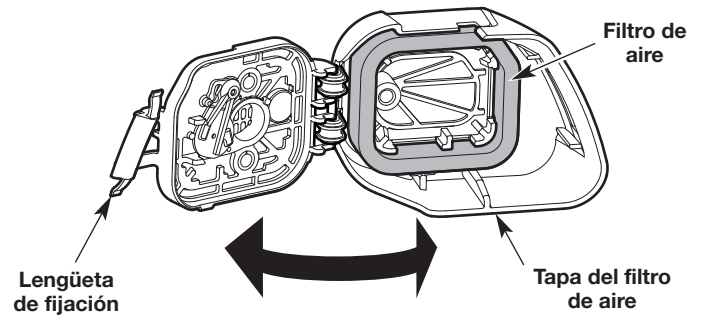

Fig. 26
1. Abra la cubierta del filtro de aire: oprima la lengüeta de fijación y gire la cubierta del filtro de aire hacia la derecha (Fig. 26).
2. Extraiga el filtro de aire del interior de la cubierta del filtro de aire (Fig. 26).
6. Reinstale el filtro de aire dentro de la cubierta del filtro de aire (Fig. 26).
7. Cierre la cubierta del filtro de aire: Gire la cubierta del filtro de aire hacia la izquierda y oprímala para cerrarla hasta que la lengüeta de fijación entra a presión en su lugar (Fig. 26).